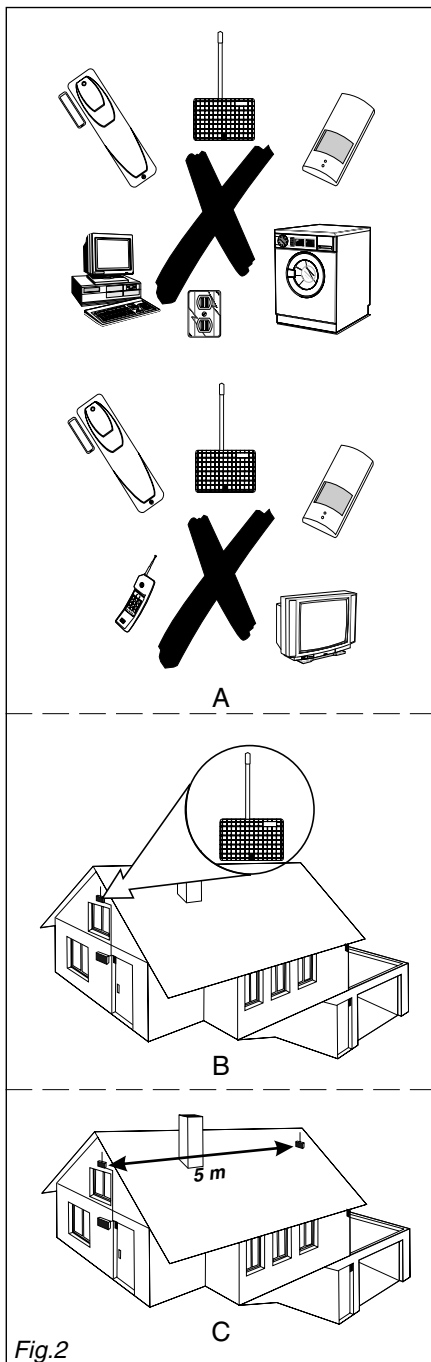

Fig.2
2.3 Instructions de montage (fig. 2)